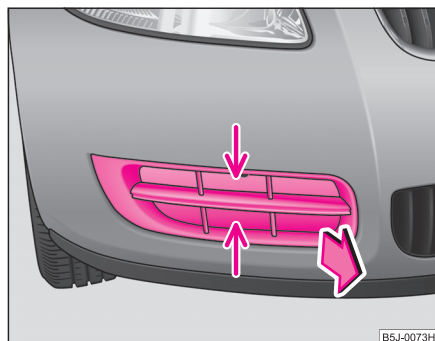

Fig. 175 Bara de protecție față: Grilajul protector
- Apucați grilajul de protecție de locul marcat cu săgeată și scoateți-l ⇒ fig. 175.